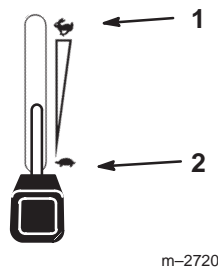

Figure 12
5. Placez la manette d'accélérateur en position de régime maximum pour démarrer à froid (Fig. 12).
2. Réglez la manette d'accélérateur à mi-course entre les positions de ralenti et de régime maximum (Fig. 12).